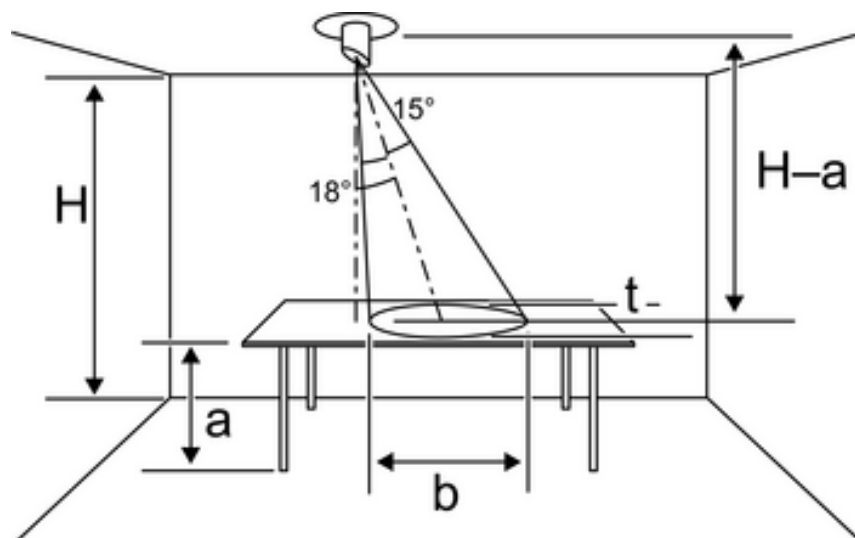

Bild 4: Lichtleitstab mit schrägem Lichteinfall
- Wenn die Montage nicht unmittelbar über Arbeitsfläche möglich ist, den Helligkeitsregler seitlich versetzt montieren (Bild 4). Der Erfassungskegel liegt dann seitlich von der zu messenden Fläche.
Regler sitzt seitlich über der Arbeitsfläche (Bild 4).
- Lichtleitstab mit schrägem Lichteinfall (7) ca. 10 mm in die Sensoröffnung (8) einsetzen.
- Lichtleitstab (7) so ausrichten, dass die längere Seite des Lichtleitstabs zur zu messenden Arbeitsfläche hin zeigt (Bild 4).